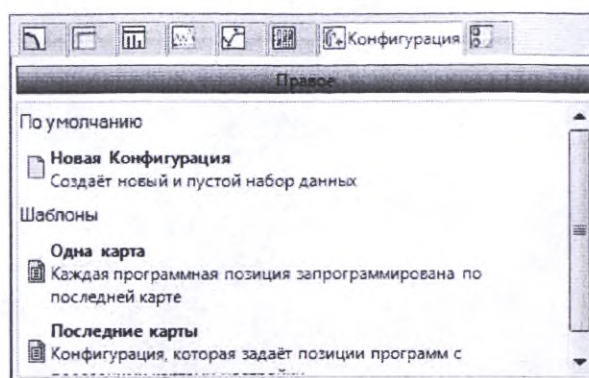

Рис. 141 Диалоговое окно открытия задачи «Конфигурация»
1. При нажатии кнопки Новая задача открывается диалоговое окно задачи, показанное на рис. 141, в котором можно выбрать вкладку «Конфигурация» и открыть конфигурацию, щелкнув пункт Новая конфигурация.